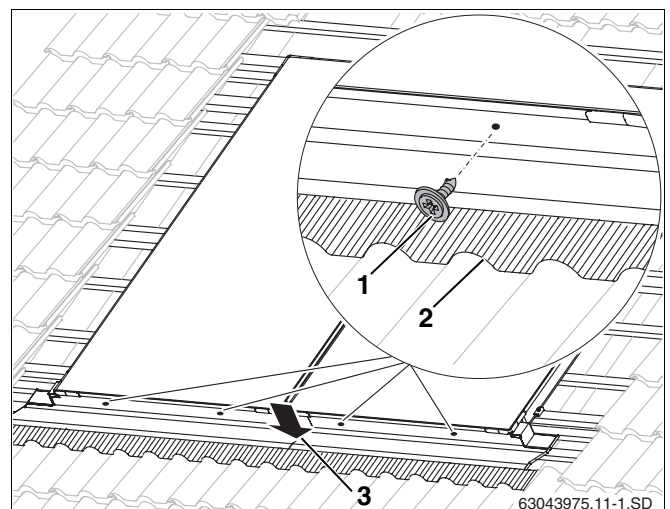

Fig. 48 Fijación de las chapas inferiores
- ▶ Fije las chapas en los graneados con tornillos (12 mm de longitud, fig. 48, **pos. 1**) y arandelas de estanqueidad.
- ▶ Presione la chapa protectora situada arriba sobre la situada debajo (fig. 48, **pos. 3**).
- ▶ Adapte las láminas de plomo con cuidado en la zona delantera del contorno de las tejas (fig. 48, **pos. 2**).